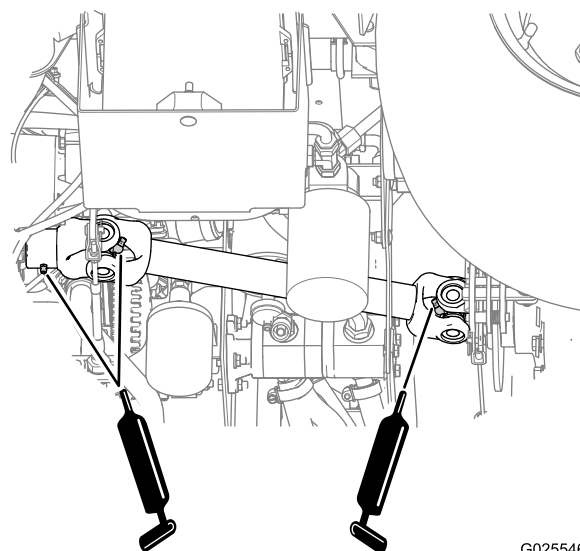

図 39
- 駆動シャフトの U ジョイント (2ヶ所); 図 39を参照
- スライディングヨーク (1ヶ所); 図 39を参照